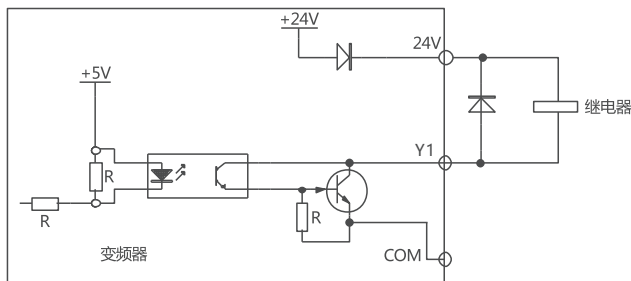

图 4.17 多功能输出端子接线方式1
(1) 多功能输出端子Y1可使用变频器内部的+24V电源，接线方式如图4.17所示。